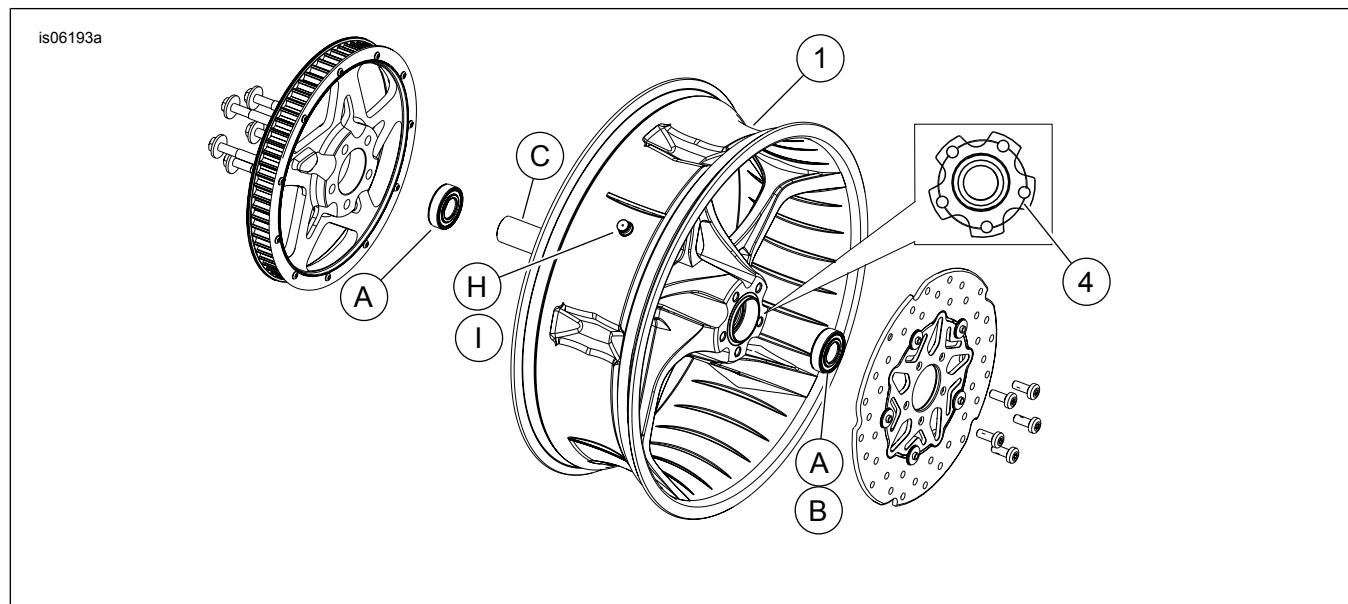

Figure 1. Pièces de rechange : Roue arrière Stinger
Voir Figure 1 et Tableau 2.
2. Voir Figure 1. Poser l'ensemble de tige de valve (H ou I) sur la roue. Consulter le manuel d'entretien.